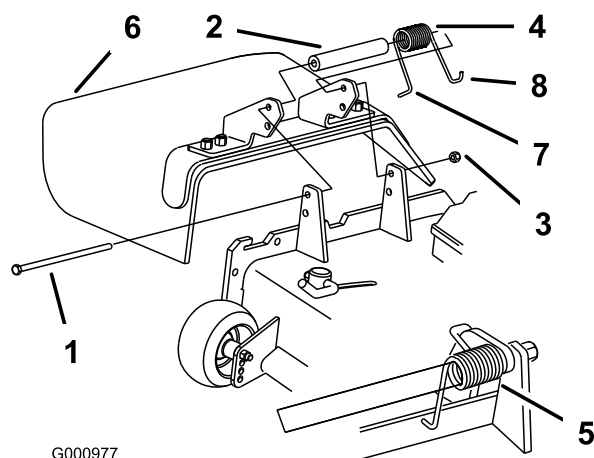

Figura 38
1. Togliete il dado di bloccaggio, il bullone, la molla e il distanziale che fissano il deflettore alle staffe orientabili del tosaerba (Figura 38). Togliete il deflettore dell'erba tagliata se è danneggiato o consumato.
Nota: Verificate che l'estremità **L** della molla si trovi dietro il bordo del piatto di taglio prima di montare il bullone, come illustrato nella Figura 38.
3. Montate il bullone e il dado. Infilate l'estremità a gancio **J** della molla attorno al deflettore dello sfalcio (Figura 38).